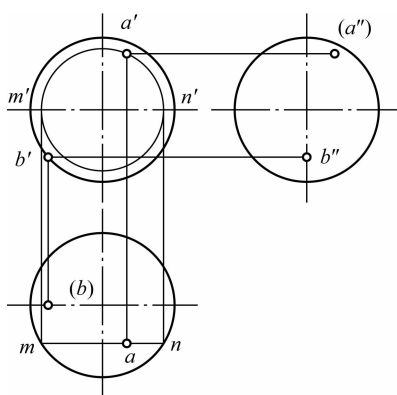

图 1-3-11 球表面取点
(3)球体表面上点的投影可利用辅助平面法来求,如图 1-3-11 所示。作图:过 a 作直线平行于 OX 的水平投影 mn ,正面投影为直径为 $m'n'$ 的圆, a' 必在此圆周上。因 a 可见,位于上半球,求得 a' ,由 a 、 a' 求出 a'' ,因 a 在右半球,所以 a'' 不可见。